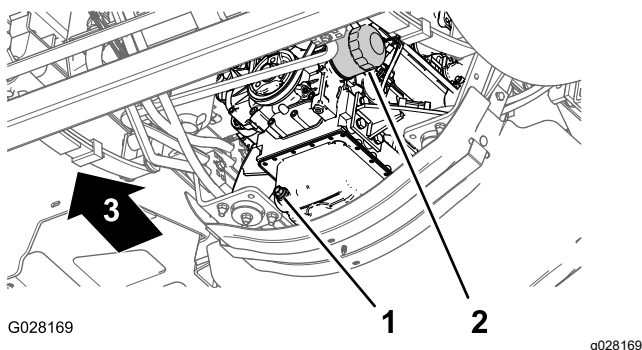

Figure 75
3. Placez un bac de vidange sous le filtre à huile moteur (Figure 75).
4. Retirez le filtre à huile usagé (Figure 75).
8. Posez le filtre à huile sur l'adaptateur et vissez le filtre dans le sens horaire jusqu'à ce que le joint en caoutchouc touche l'adaptateur, puis serrez encore le filtre d'un demi tour (Figure 75).
1. Placez un bac de vidange sous le bouchon de vidange (Figure 75).
2. Enlevez le bouchon de vidange pour permettre à toute l'huile de s'écouler (Figure 75).